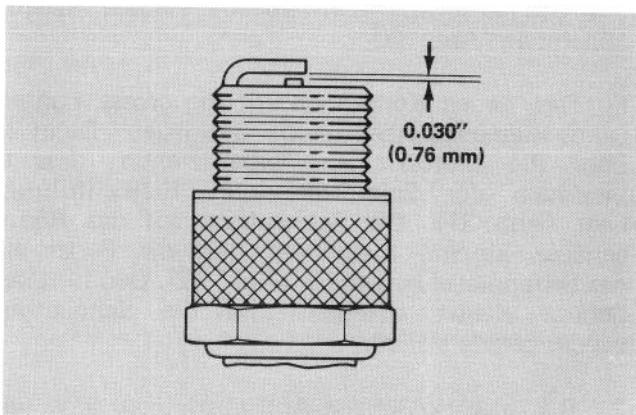

Abb. 39
3. Den Elektrodenabstand der neuen Zündkerze auf 0,752mm (Abb. 39) einstellen. Dann die neue Kerze einschrauben und festziehen (Anzugsdrehmoment 2 m kp).